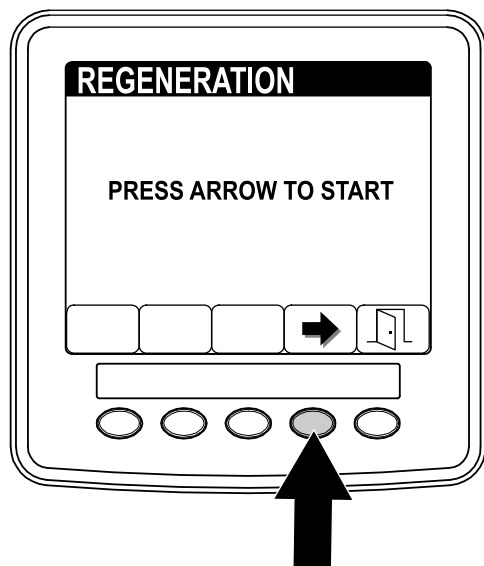

Figura 51
3. Nella schermata della rigenerazione premete il pulsante 4 per dare avvio al processo di rigenerazione (Figura 51).